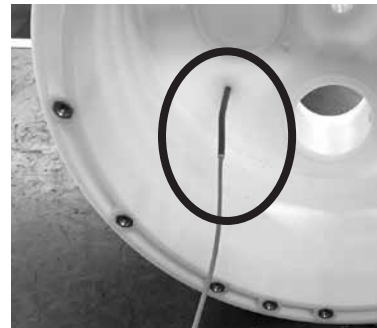

Figura 16
2. Inserte el extremo sin protección del cable 8 AWG a través del adaptador de unión y en la parte frontal de la carcasa de chorro (Ver Figura 16).